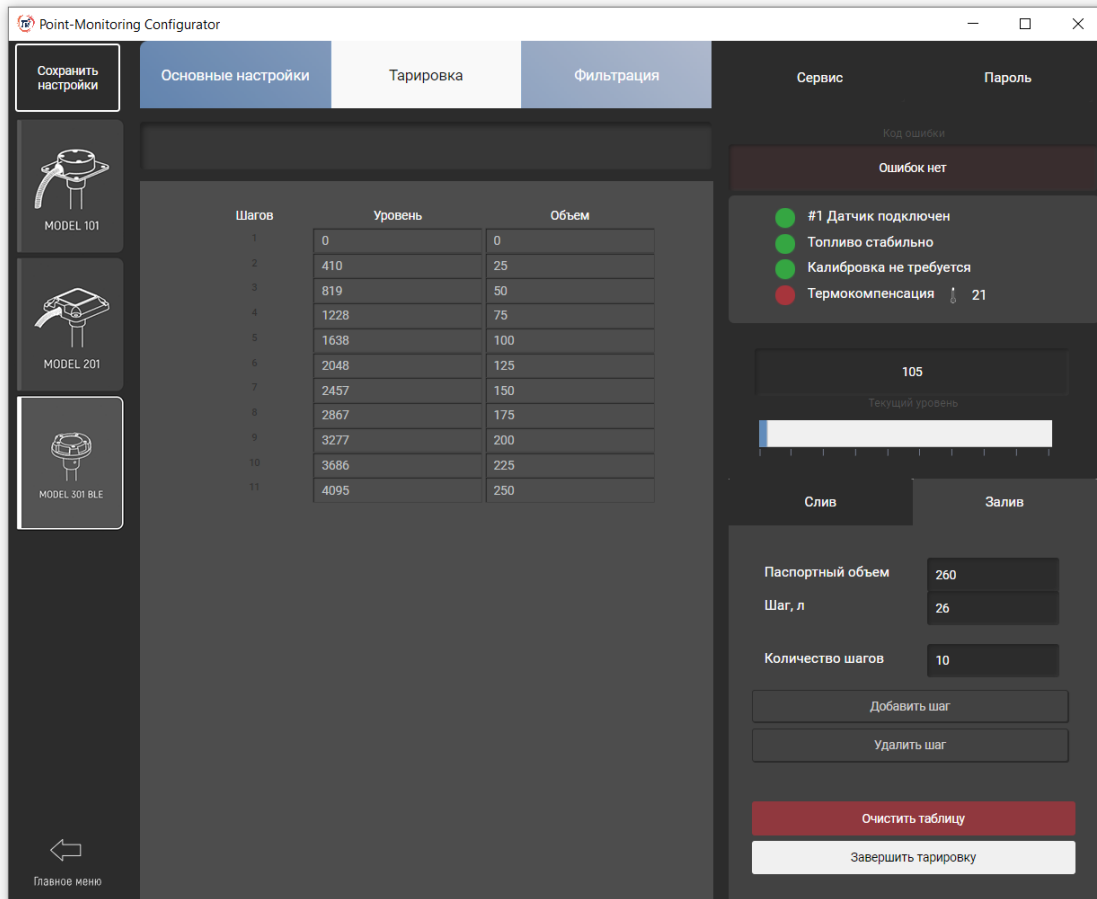

Рис. 34 – Окно программы по завершении процесса тарировки
- 5) Повторить пункты 3-4 до полной заправки бака. По завершении процесса тарировки окно программы будет выглядеть так, как представлено на Рис.34.